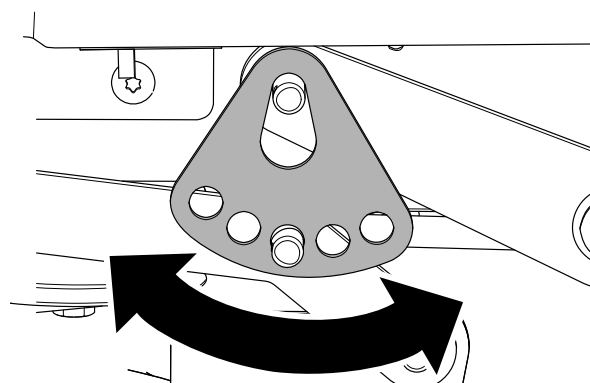

Рисунок 74
7. Поверните пластину высоты скашивания для совмещения с другим отверстием так, чтобы она выдерживала вес деки газонокосилки после того, как вы установите ее (Рисунок 74).
8. Установите шайбу и шплинт (Рисунок 74).